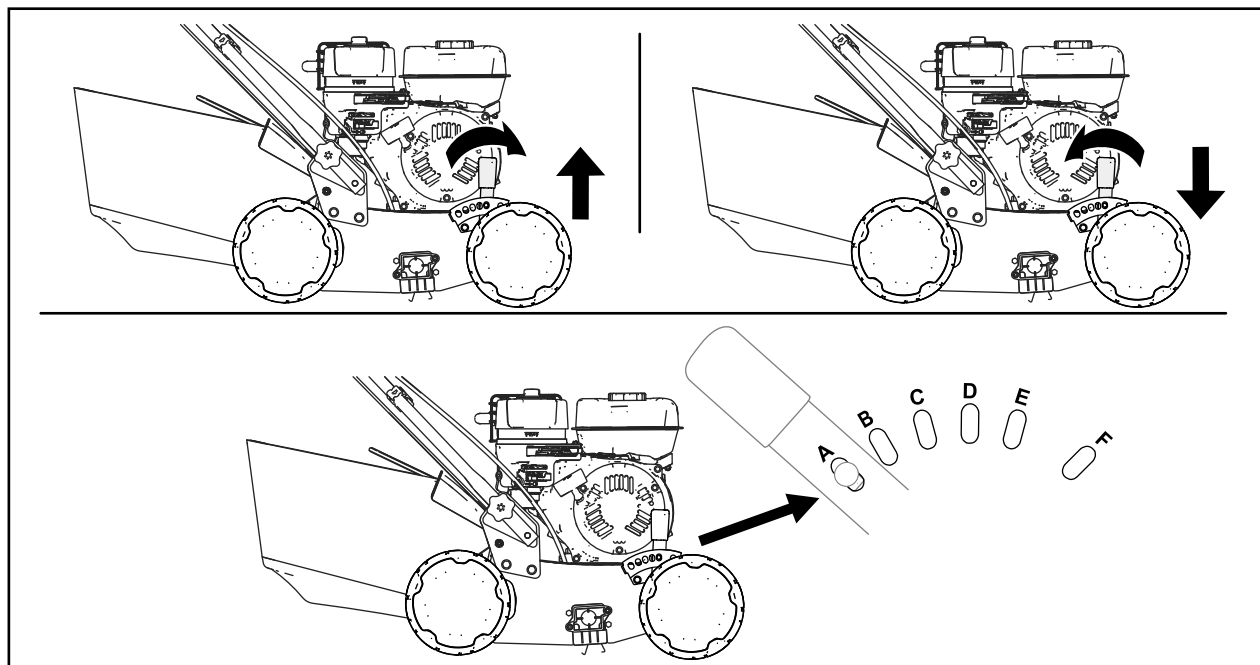

Figure 11
4. Pour régler la profondeur de coupe maximale, déplacez le levier de profondeur de coupe en le poussant vers la machine et en l'engageant dans une fente différente (Figure 11).
- La profondeur de coupe varie selon l'arbre que vous avez monté ; voir la Figure 11 et le tableau suivant.